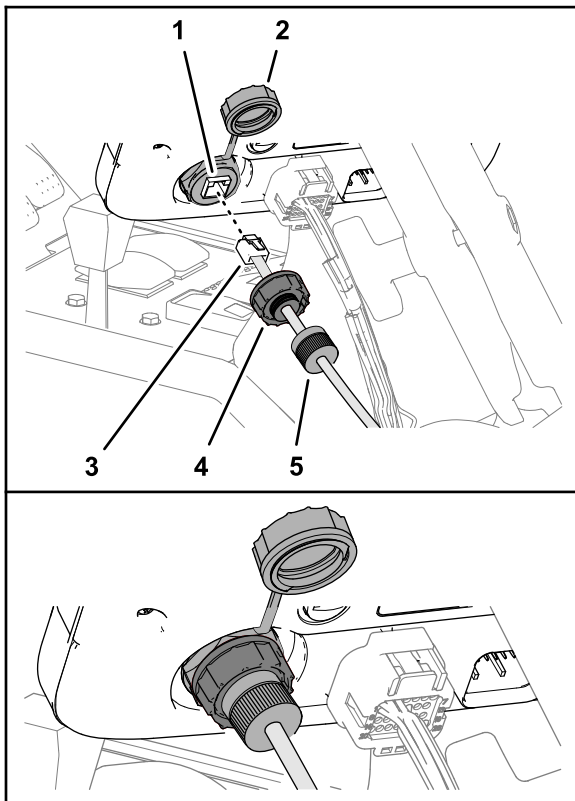

**Figura 157**
1. Enrute el arnés de datos del módem con el conector RS-232 marcado X-CONSOLE hacia el monitor de fumigación (Figura 157).